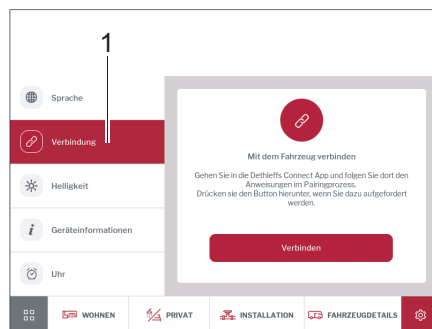

Bild 293 Verbindung
- Auf Schaltfläche *Verbindung* (Bild 293,1) tippen.